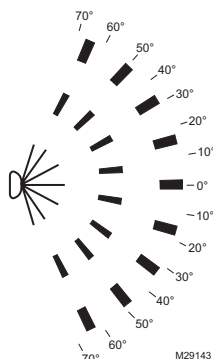

Fig. 2. Vista superior del patrón de detección de PIR.
**Ángulo:** 140 grados (consulte la Fig. 2)